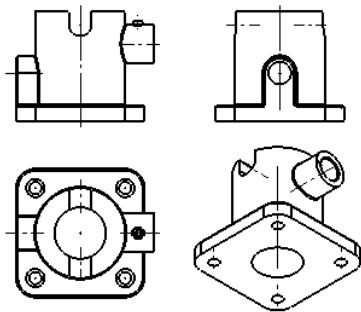

图 9.4.8 创建投影视图
投影视图包括仰视图、俯视图、右视图和左视图。下面以如图 9.4.8 所示的视图为例,说明创建投影视图的一般操作步骤。
Step3. 在系统 **选择一投影的工程视图** 的提示下，选取如图 9.4.8 所示的主视图作为投影的父视图。